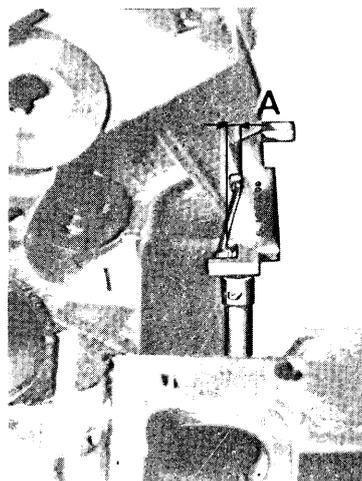

fig. 5
- Appoggiare il calibro S. 1665.00 sul piano fresato della base come da fig. 5; spostare la leva C e ruotare il crochet (precedentemente soltanto fermato nella sua sede e non bloccato), in maniera di realizzarne la corretta inclinazione.